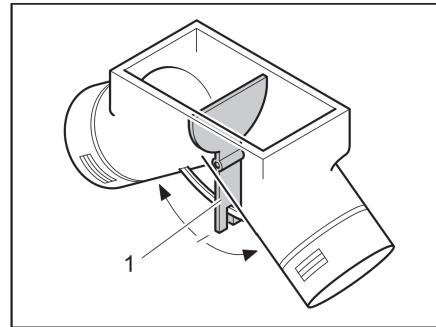

Fig. 106 Ventilador de circulación de aire, tapa de ajuste en posición central
En la posición central, el aire caliente se distribuye uniformemente sobre ambas salidas de aire caliente. La palanca de mando (Fig. 106,1) para la tapa de ajuste se ha incorporado bajo la tapa del suelo en el armario ropero.
- Accionar la palanca de mando (Fig. 106,1) en la dirección de la flecha hasta alcanzar la posición deseada.